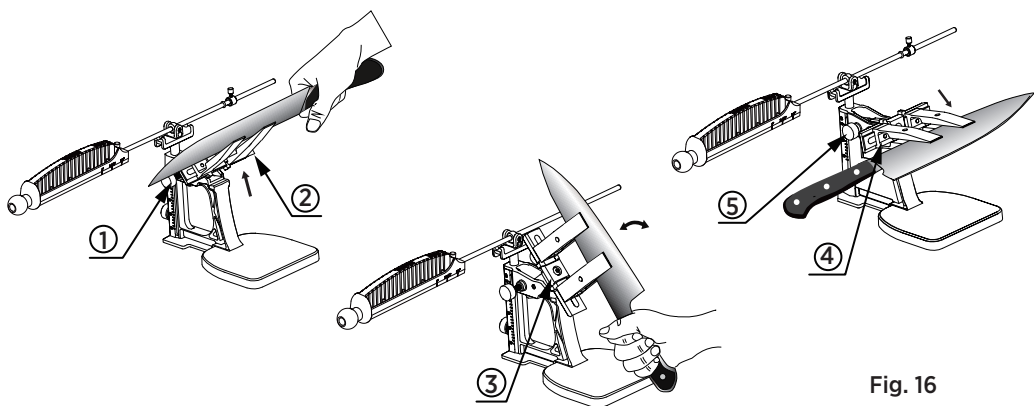

Fig. 16
3. Continuare l'affilatura finché non si percepisce una bava lungo tutto il filo sul lato opposto della lama. Allentare la manopola di rotazione, sollevare il braccio rotante e ruotarlo con cautela di 180° per passare al lato opposto della lama. Tenere il manico del coltello per un migliore controllo durante questa fase. (Vedi Fig. 16). Una volta completata la regolazione, serrare saldamente la manopola di rotazione.